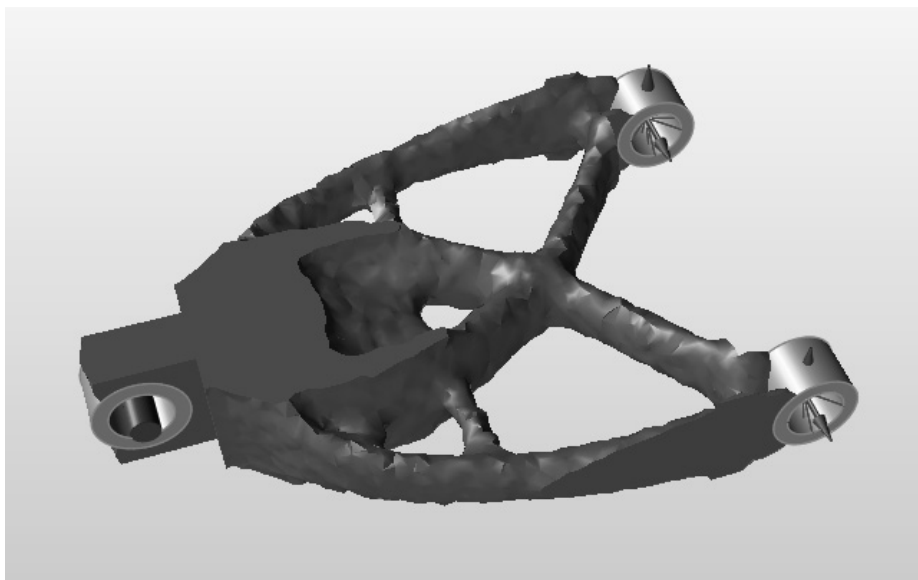

图 5-40
7) 双击运行的名称查看结果。优化后的形状显示在模型视窗中，同时作为一个备选被列在形状探索器中，如图 5-40 所示。